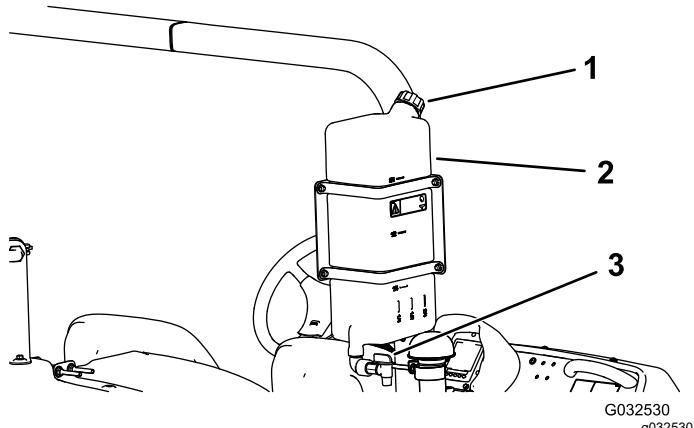

Figura 23
- Para encher o depósito, desaperte a tampa na parte superior do depósito, encha-o com água limpa e coloque a tampa (Figura 23).
- Para abrir a torneira do depósito de água limpa, rode o manípulo da torneira (Figura 23).